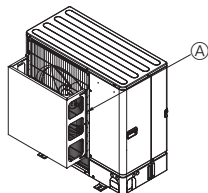
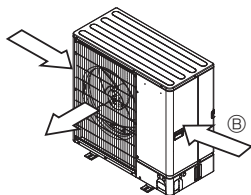

Fig. 2-5
Fig. 2-6
② Zainstalować opcjonalną kierownicę powietrza w przypadku, gdy jednostka zewnętrzna jest zainstalowana w miejscu, w którym silny wiatr, np. tajfun, może bezpośrednio działać na wylot powietrza. (Fig. 2-5).
④ Kierownica wylotowa powietrza
③ Jeśli to możliwe, należy tak ustawić jednostkę zewnętrzną, aby kierunek wylotu powietrza był prostopadły do kierunku wiatru w danej porze roku. (Fig. 2-6).
⑤ Kierunek wiatru